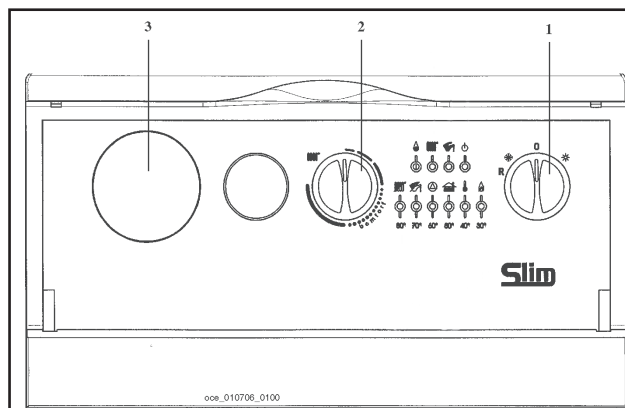
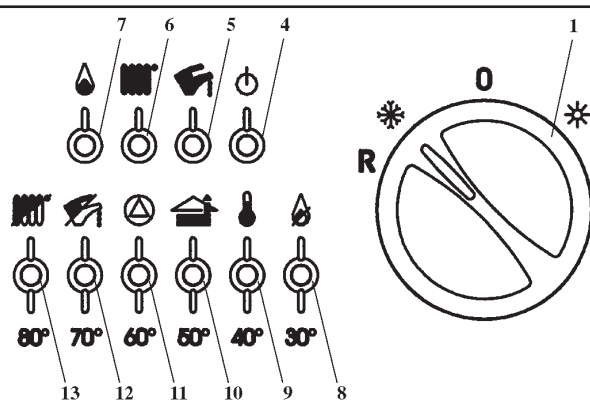

Рис. 1: Панель управления котла
Рис. 2: Световая индикация
- установить переключатель режимов «лето - зима» (рис. 1, позиция 1) в режим «зима».
- установить регулятор температуры воды в системе отопления (рис. 1, позиция 2) на нужное значение.
Важная информация: при переключателе режимов «лето - зима» (рис. 1, позиция 1), установленном в положении «зима» , перед каждым очередным включением котла по сигналу регулятора системы отопления установлена задержка на несколько минут (для того чтобы избежать частых включений/выключений). Для того чтобы горелка включилась сразу, переведите переключатель в положение (0), а затем снова установите режим «зима».
Внимание! При первом включении внутри трубы подачи газа могут образоваться воздушные пробки. В таких случаях горелка не будет включаться и произойдет блокировка котла по газу (загорается красная лампочка блокировки котла - рис. 1, позиция 8).
При возникновении данной проблемы повторите процесс включения котла до поступления газа в горелку, временно установив перед включением переключатель режимов (рис. 1, позиция 1) в положение R (сброс).
Данное устройство может быть снабжено комнатным термостатом для контроля температуры отопляемого помещения. В этом случае регулятор температуры воды в системе отопления (рис. 1, поз. 2) устанавливается в максимальное положение, а сигналы на включение и выключение котла поступают от комнатного термостата.
При отсутствии комнатного термостата температура помещения регулируется косвенным образом при помощи регулятора температуры воды в системе отопления (рис. 1, поз. 2); при таких условиях насос системы отопления работает постоянно. Для увеличения температуры повернуть регулятор по часовой стрелке, для уменьшения - против часовой стрелки.
- Установить переключатель режимов (рис. 1, позиция 1) в положение (0), проследив, чтобы лампочка-индикатор (рис. 2, позиция 4) погасла; таким образом прекращается подача электричества в котел.
- переключатель режимов (рис. 1, позиция 1) не установлен в положение (0);